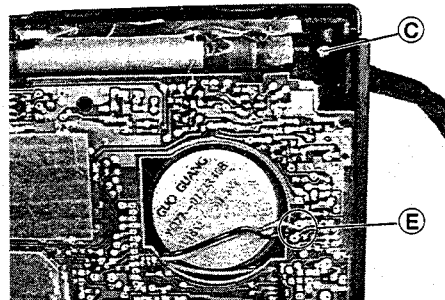

Fig.5
- Schraube **(C)** (Fig.5) herausschrauben.
- Lautsprecherleitungen ablöten **(E)** (Fig.5).
- Undo screw **(C)** (Fig.5).
- Unsolder the wires of the loudspeaker **(E)** (Fig.5).